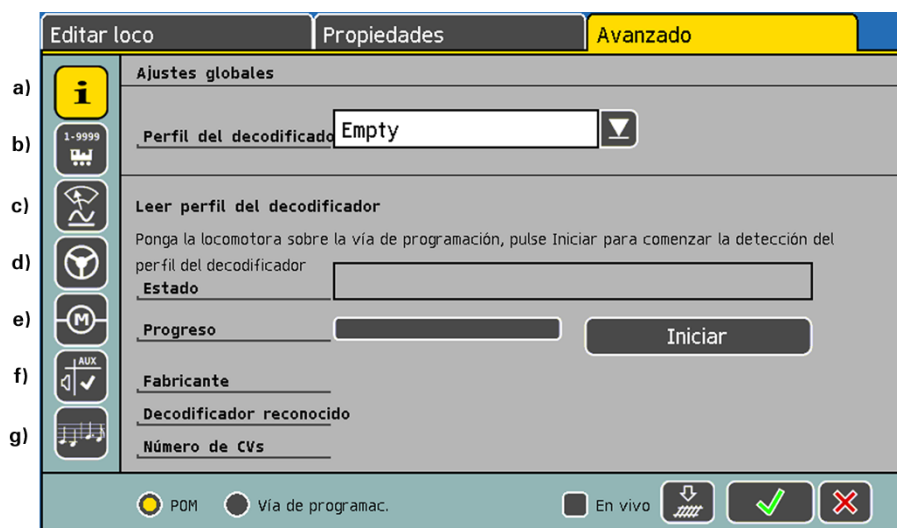

Figura 107
- Pulse en la tercera pestaña "Avanzado" y se abrirá una ventana como en la Figura 107